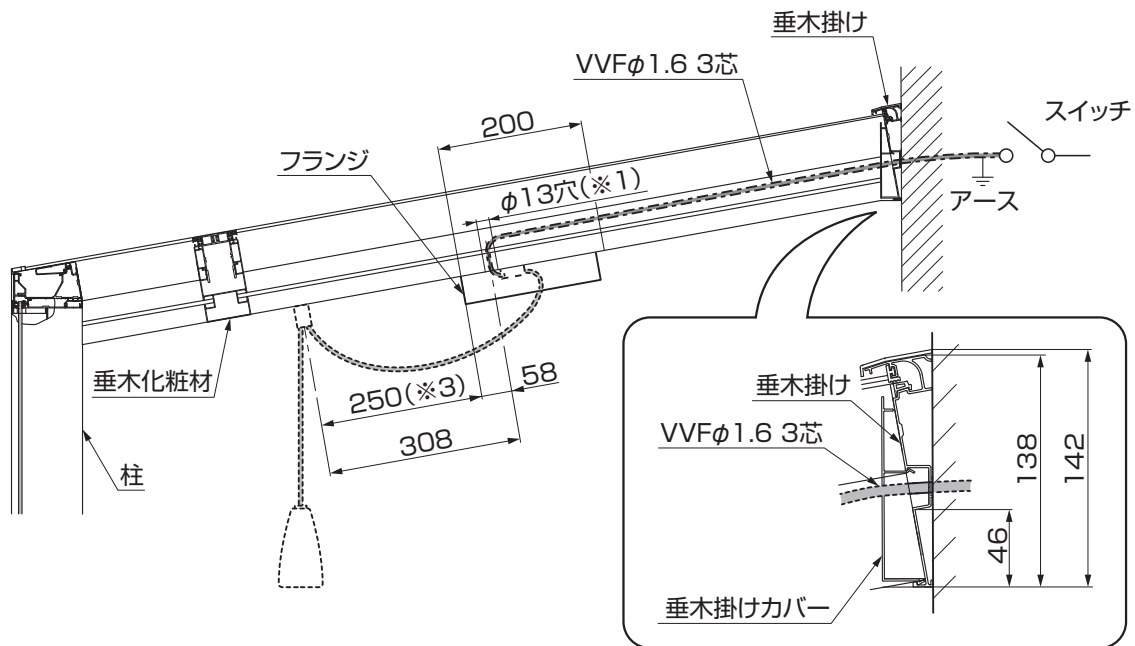
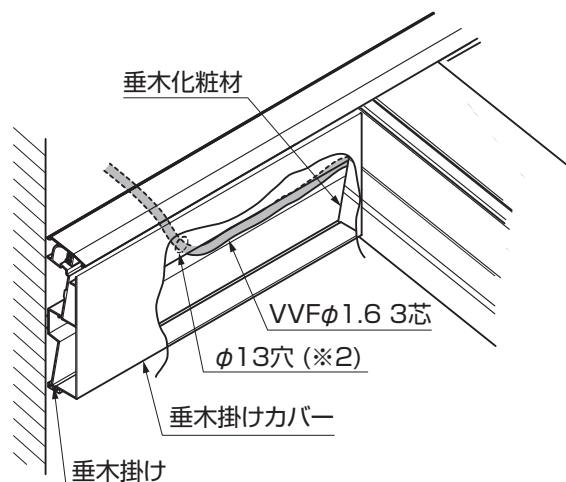

図1-1
図1-2
①垂木掛けと垂木化粧材に $\phi 13$ の穴加工（※1）（※2）をしてください。（図1-1、図1-2参照）